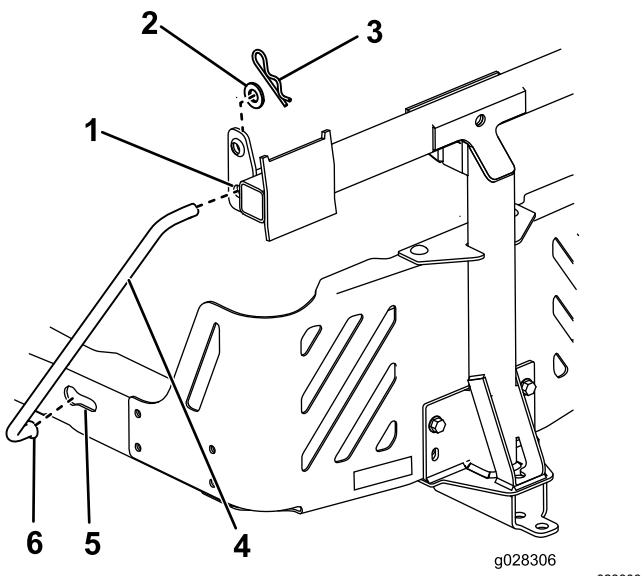

Bild 13
- Setzen Sie das gebogene, flache Ende einer Stange in den verkeilten Schlitz an der linken Seite des Maschinenrahmens ein und bewegen die Stange nach hinten, damit sie im Rahmen sitzt (Bild 13).